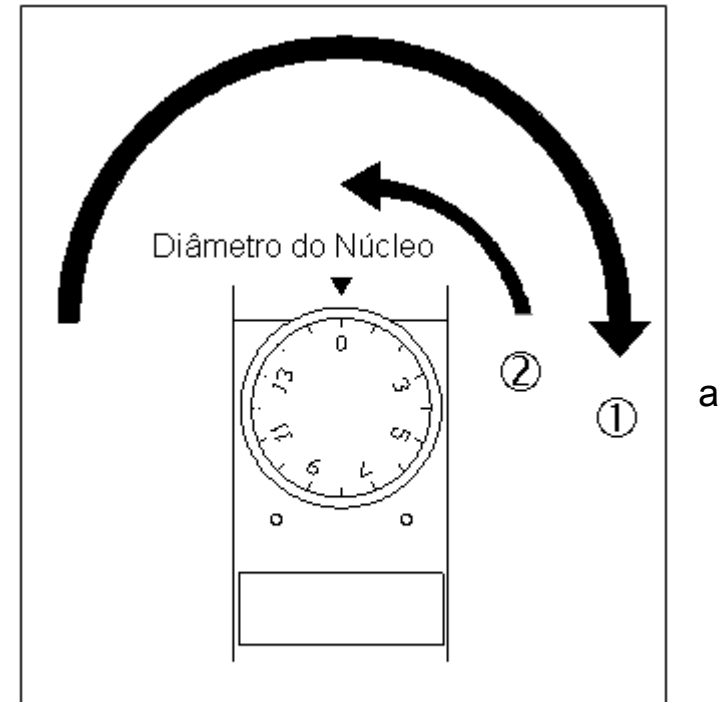

Figura 4-3
1. Inicial: Coloque o diâmetro do núcleo na posição inicial (horário até o fim), e gire o botão anti-horário até a marca 0 (Figura 4-3)